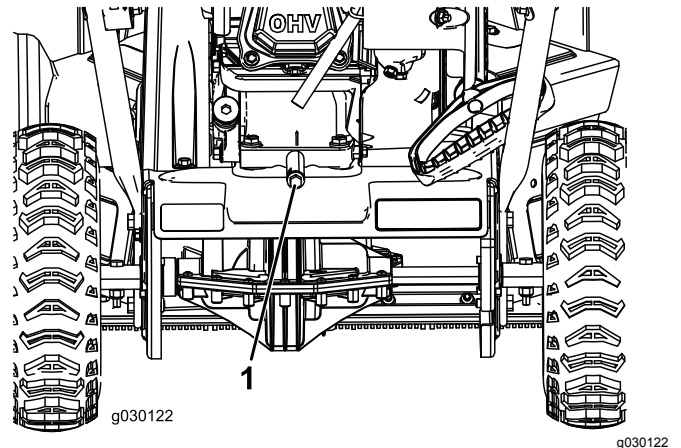

Bild 21
2. Stellen Sie eine Ölauffangwanne unter die Ölablassschraube, nehmen die Ölablassschraube heraus und kippen die Maschine nach hinten; lassen Sie das Altöl in die Ölauffangwanne laufen (Bild 21).